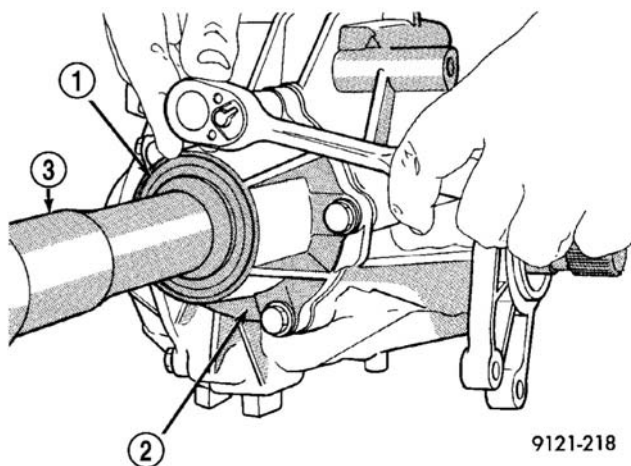

图 50 后盖螺栓
(1) 在举升器上升起车辆。
(2) 拆下后盖固定螺栓（图 50）。